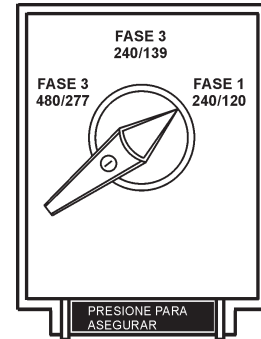

Figura 29. Interruptor selector de voltaje 240/120V posición fase uno
1. Coloque el interruptor selector de voltaje en la posición 1Ø 240/120 como se muestra en la Figura 29.